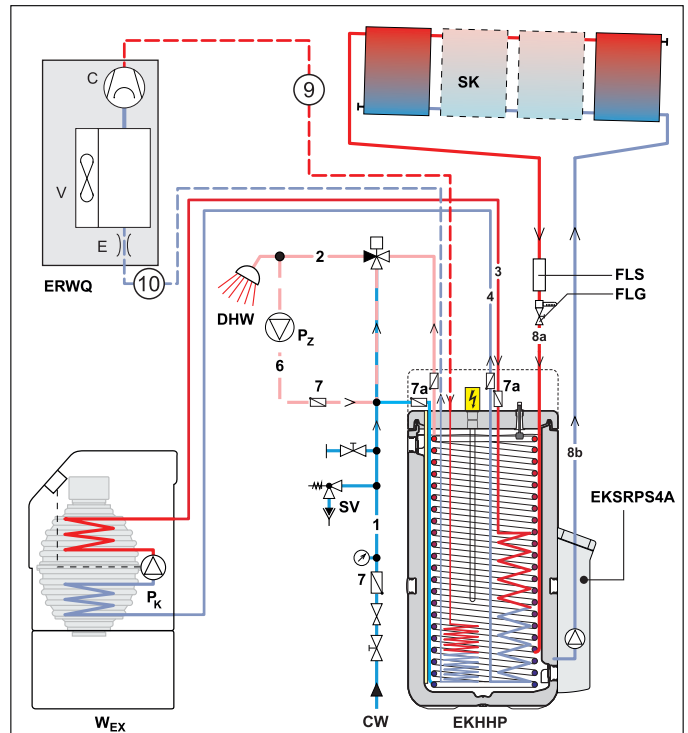

Fig. 4-5 Collegamento idraulico - Legenda cfr. tab. 4-2 (esempio EKHHP500A*2V3 con $p=0$ indicatore di calore esterno opzionale e solare)
- Realizzare i collegamenti idraulici di DAIKIN EKHHP (v. fig. 4-5).
Tab. 4-2 Legenda della fig. 4-5
- Eseguire il collegamento idraulico del sistema in base a fig. 4-5.